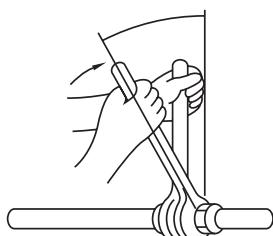

Fig. 5-8
- Borunun oturma yüzeyine ince bir tabaka halinde soğutma yağı sürünen. (Fig. 5-8)